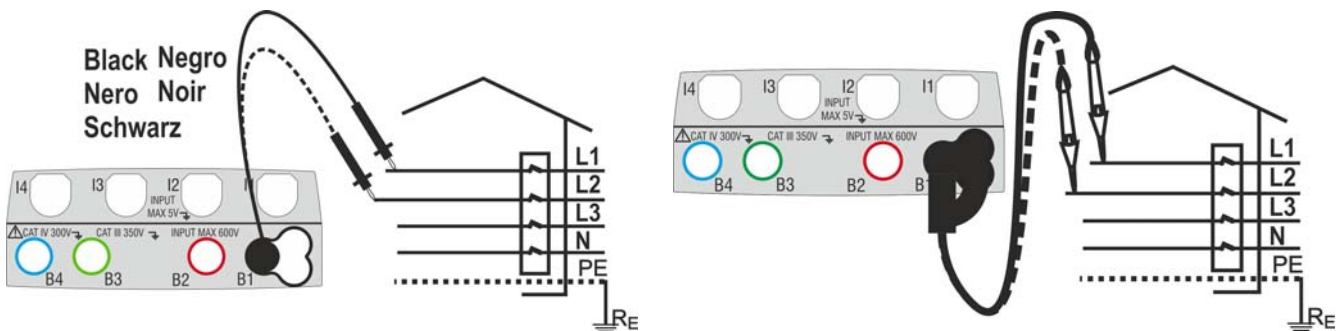
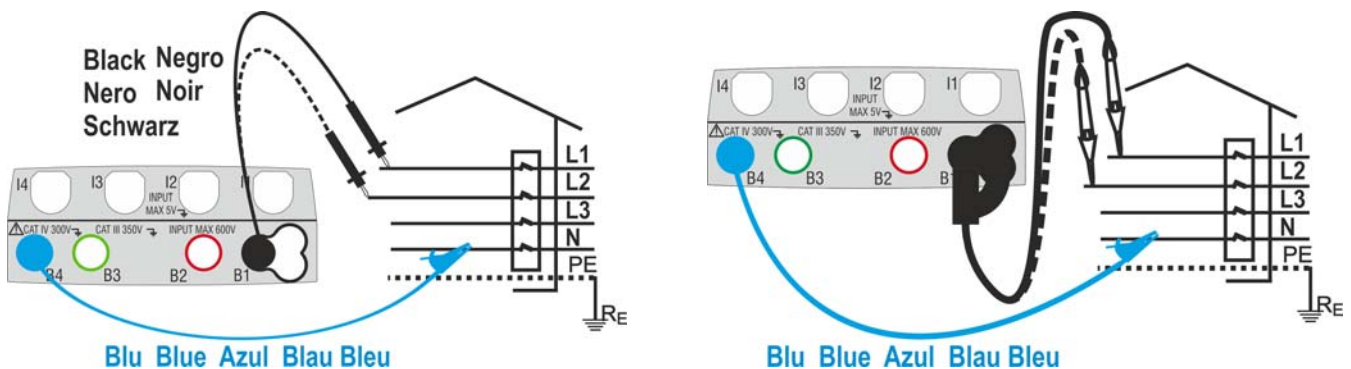

Fig. 23: Verificación del sentido cíclico de las fases 1T con terminal y punta remota
Fig. 24: Verificación del sentido cíclico de las fases 2T con terminal y punta remota
3. Inserte los conectores azul y negro de los cables en los correspondientes terminales de entrada del instrumento B4, B1 (prueba 2T). Inserte en el extremo de los cables que quede libre los correspondientes cocodrilos o puntas. Eventualmente utilice la punta remota insertando el conector multipolar en el terminal de entrada B1. Conecte los cocodrilos, puntas o la punta remota a la fase L1 y N de acuerdo con las Fig. 23 y Fig. 24
En estas condiciones conecte los cocodrilos, puntas o la punta remota a la fase L2 y N de acuerdo con las Fig. 23 y Fig. 24